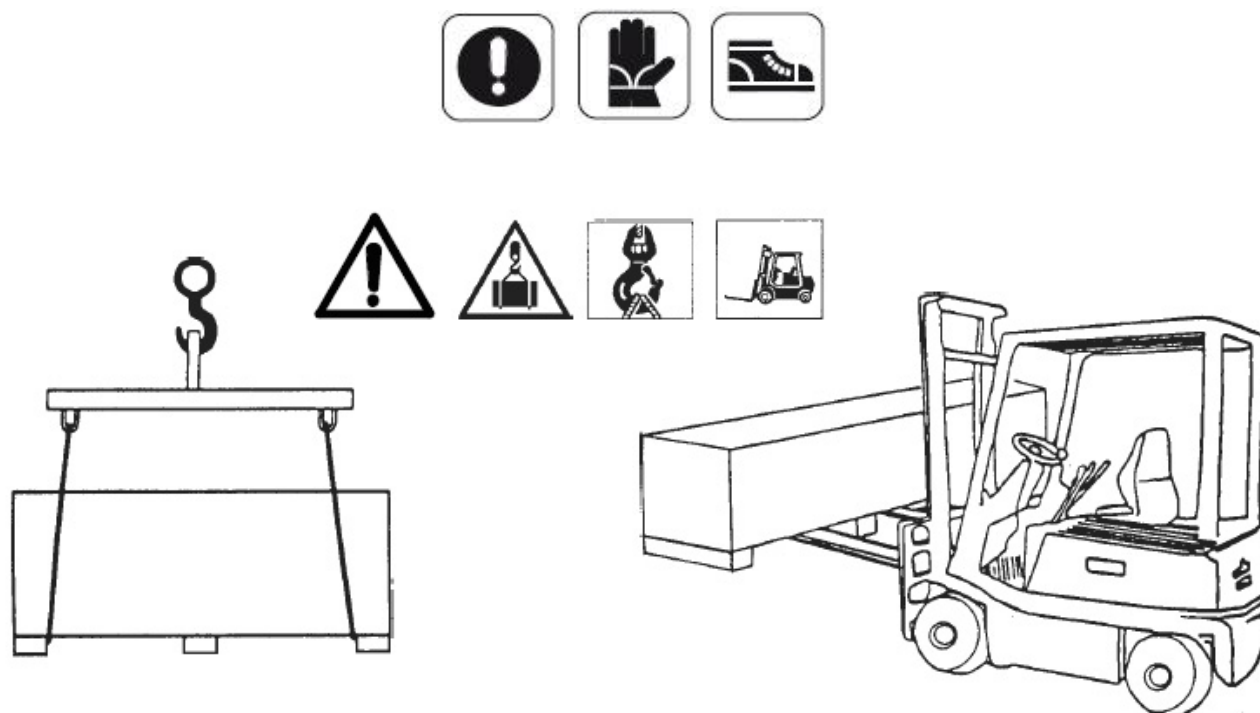

Рисунок 4
На Рис.4 показано, как обычно транспортируется подъёмник.
- поднимите устройство так, как показано на Рис. 4.
- поднимайте устройство осторожно с помощью надлежащего оборудования, находящегося в должном рабочем состоянии. Крепите стропы к предназначенным для этого точкам подъёма, обозначенным на Рис. 4.